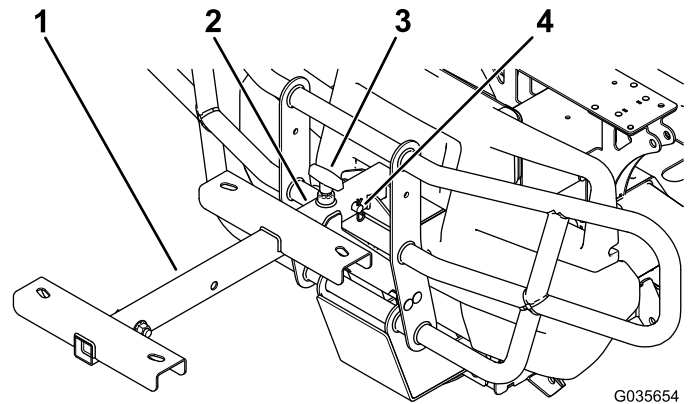

Bild 2
4. Setzen Sie die Rohrbefestigung in die Anbauvorrichtung vorne für das Anbaugerät ein und befestigen sie mit dem Lastösenbolzen ( $\frac{1}{2}$ " x 2") und dem Splint (Bild 2).
5. Ziehen Sie den T-Bügel an der Anbauvorrichtung vorne für das Anbaugerät an (Bild 2).
3. Lösen Sie den T-Bügel an der Anbauvorrichtung vorne für das Anbaugerät (Bild 2).